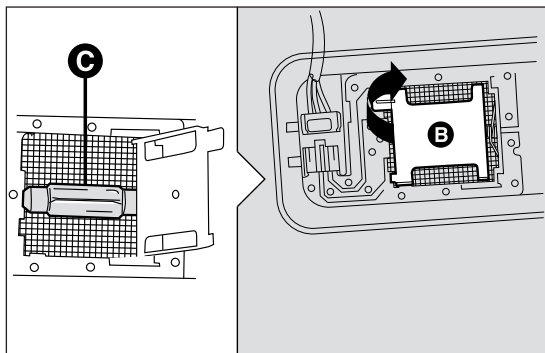

fig. 139
- ouvrir le couvercle B fig. 139 comme indiqué et remplacer l'ampoule C en la séparant des contacts latéraux ;